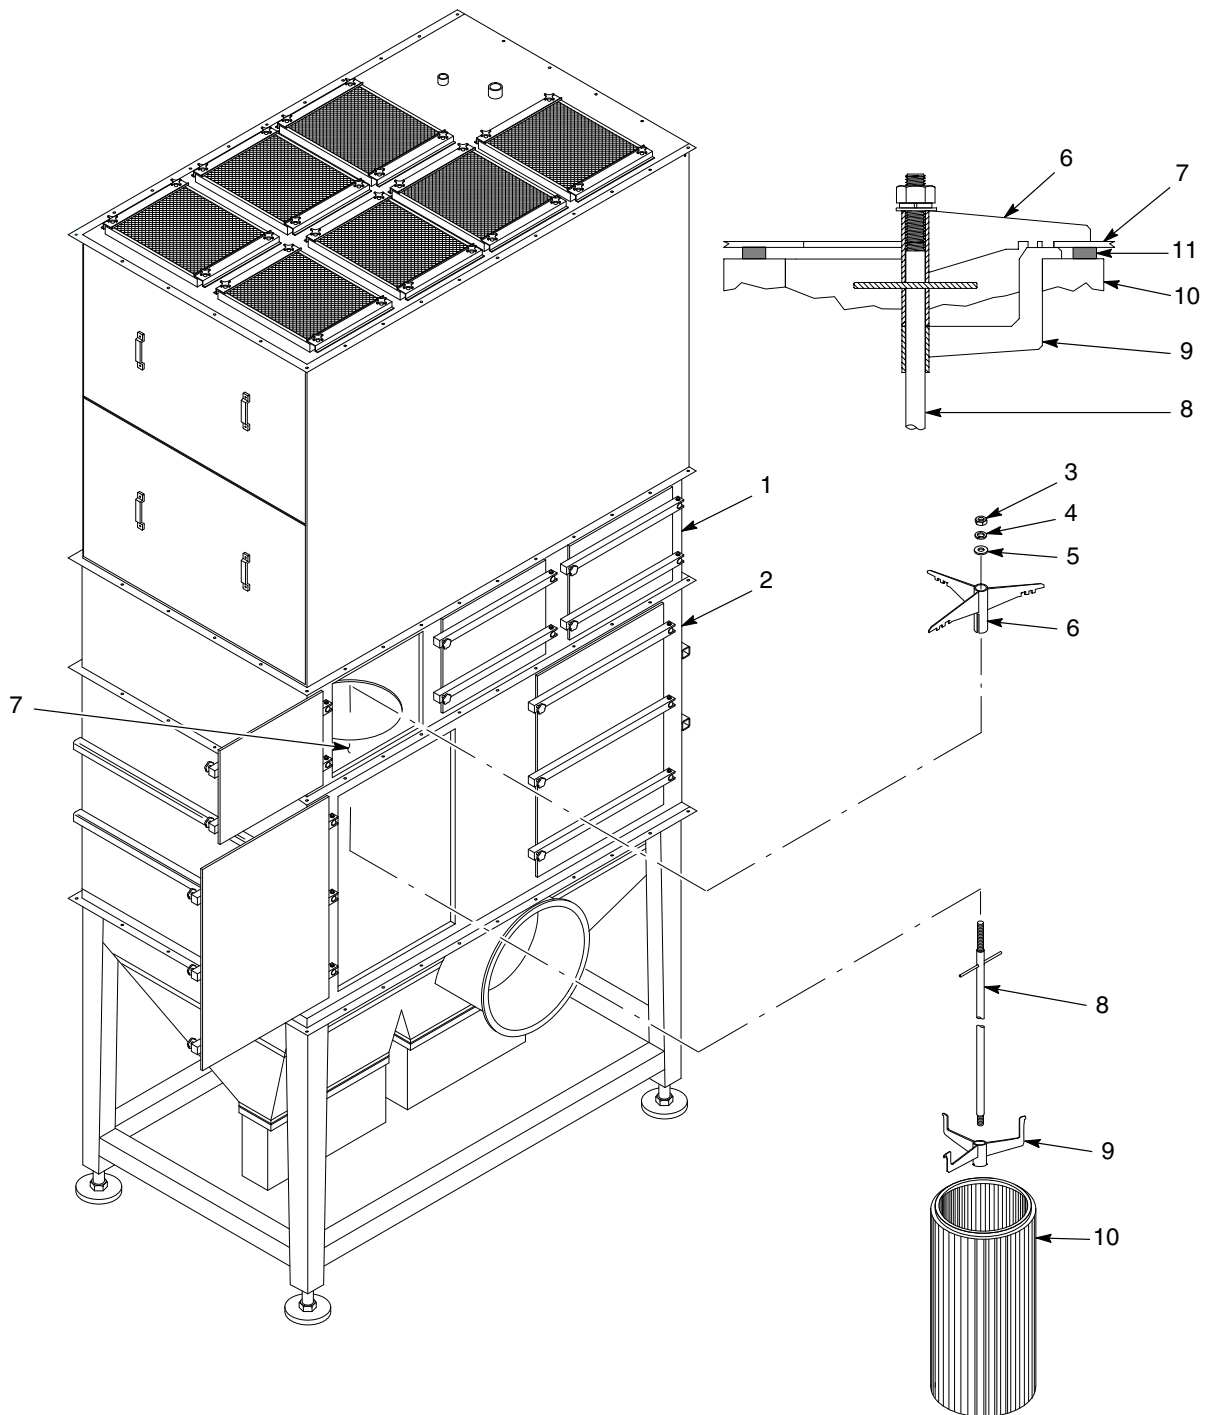

Figura 7-1 Substituição de cartuchos filtrantes
3. Consulte a figura 7-1. Abra as portas de acesso nas secções de limpeza com ar comprimido e filtro de cartuchos (1, 2).
4. Puxe para cima o punho em T da vara de puxar (8) para segurar o filtro de cartuchos (10) contra a placa de suporte (7).
5. Remova a porca (3), anilha de segurança (4), anilha plana (5) e consola de suporte (a) da vara de puxar. Guarde estas peças para as utilizar novamente.
6. Baixe cuidadosamente o filtro de cartuchos afastando-o da placa de suporte e retirando-o do filtro posterior. O suporte de centragem (9) e a vara de puxar ficam dentro do filtro de cartuchos.
Consulte a figura 7-1.